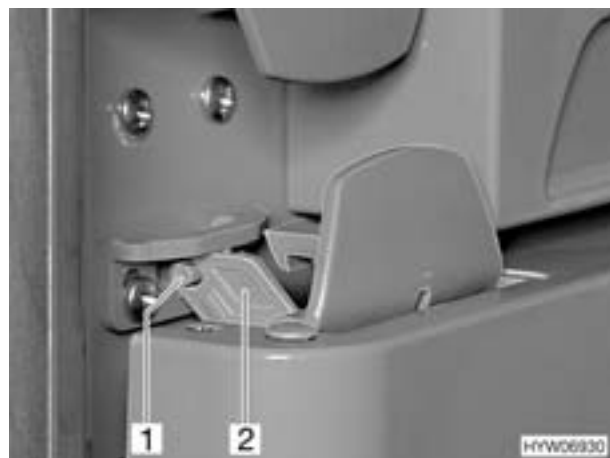

Bild 159 Kühlschranktür in Lüftungsstellung (Variante 3)
- Verriegelung (Bild 159,2) aufklappen und am Stift (Bild 159,1) einrasten. Die Kühlschranktür bleibt damit leicht geöffnet.